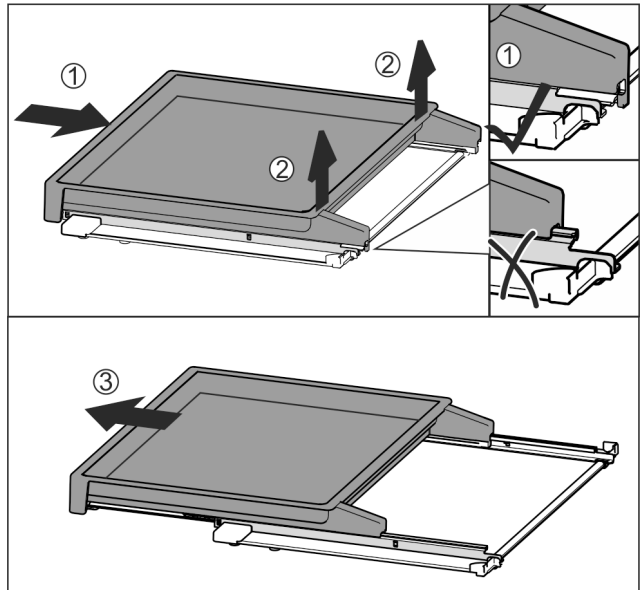

Fig. 96
- ▶ Auszugsbord vollständig einschieben Fig. 96 (1).
- ▶ Verrastung an hinterer Seite lösen Fig. 96 (2).
- ▶ Auszugsbord nach vorne herausnehmen Fig. 96 (3).